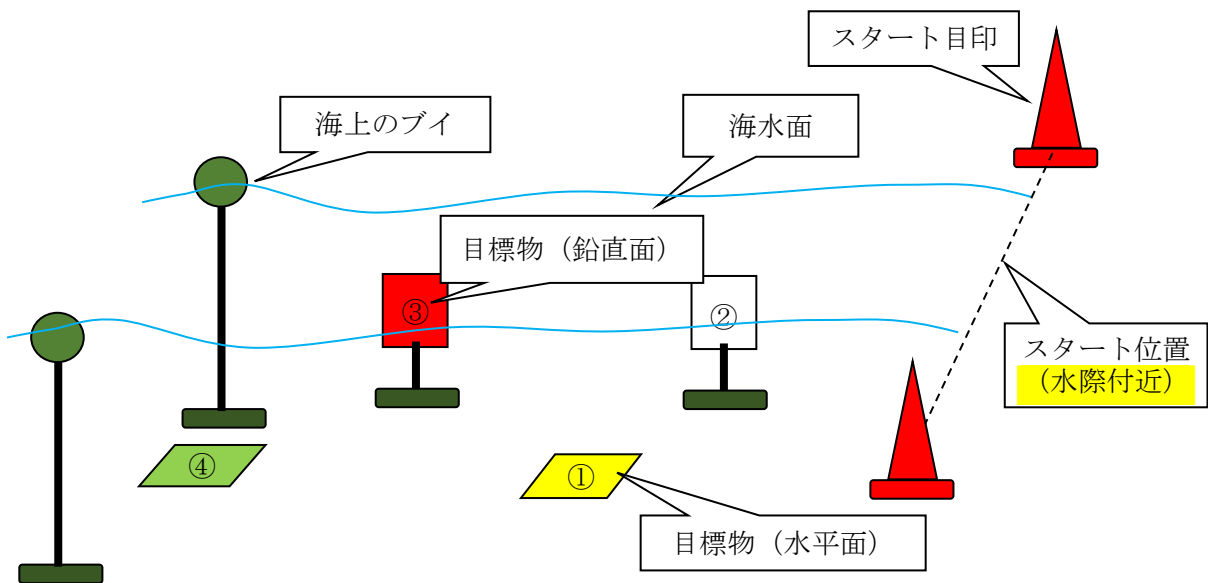
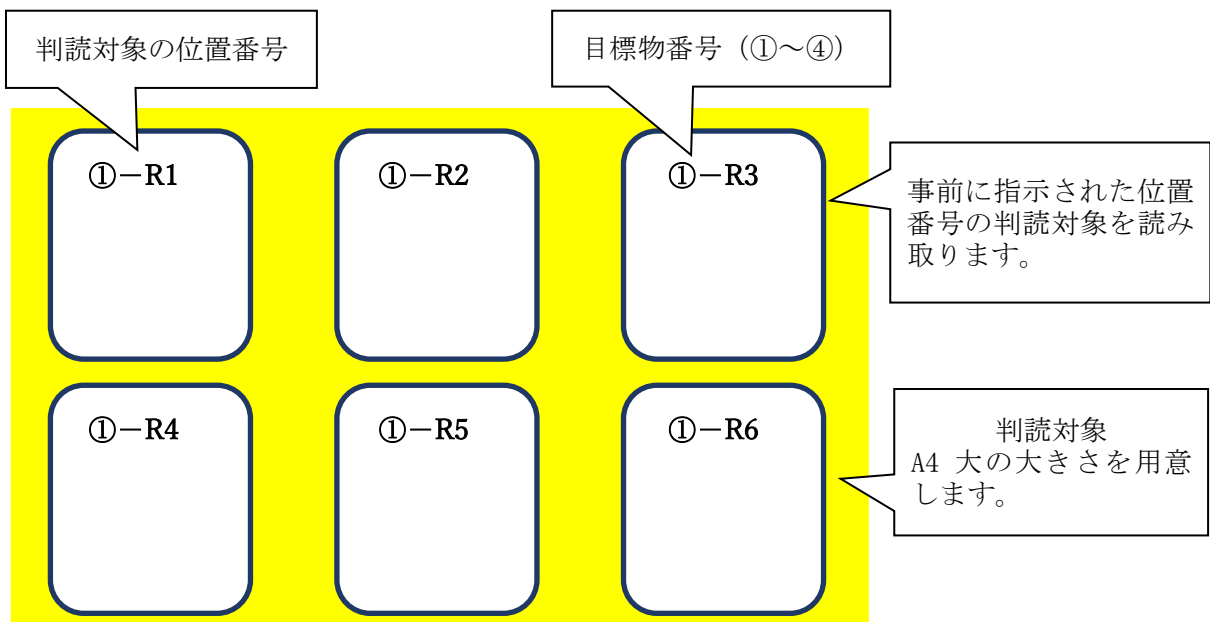

図 4-3-3 目標物配置イメージ
図 4-3-4a 目標物イメージ
区域内に設置された4つの目標物(図4-3-4a, b)の判読対象の読み取り数を競います。
- 5) ブイの間隔は、約5m×約20m(図4-3-2)とし、ROV コース内に図4-3-3の目標物が4つ設置されているので、各目標物の判読対象を読み取ることで得点が入ります。潮位に応じて長手方向の距離が数m変化します。
- ① 番号表 指定された位置の数字を読み取ります。(例C-3 → 16)
- 7) 予選・決勝では、競技開始時点で各チームに目標物(例:目標物①、②、③、④)と判読対象の位置番号(例:R1、R2、R3、R4)と番号表の読み取り位置を指示します。(図4-3-3)(図4-3-4a, b)